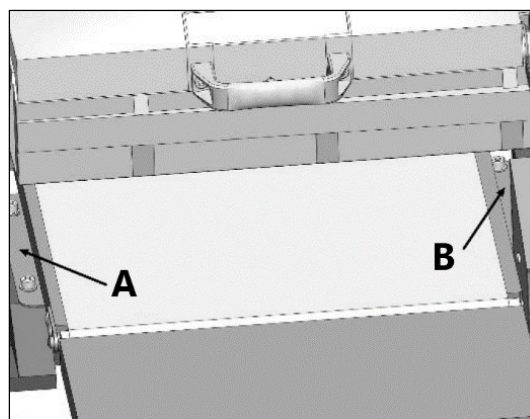

Рисунок 18.
- Сделайте замеры в точках А и В (рис. 18).